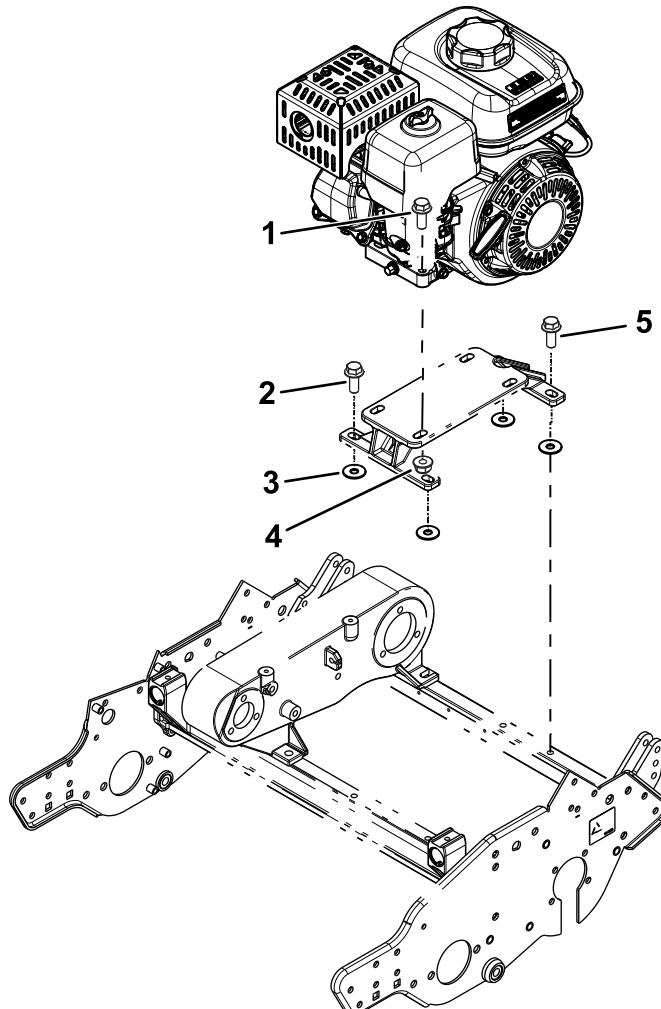

Bild 4
3. Montieren Sie die Kupplungshalterung mit zuvor entfernten Schrauben und vier Unterlegscheiben ($\frac{3}{8}$ " x $1\frac{1}{8}$ ") an der Maschine, wie in **Bild 4** dargestellt.
Setzen Sie die hintere linke Motorschraube ein und ziehen Sie diese nur handfest an (in **Bild 4** dargestellt).
4. Befestigen Sie den Motor mit den zuvor entfernten Schrauben und Muttern an der Motorhalterung. (Bild 4).
8. Entfernen Sie die hintere linke Schraube vom Motorsockel (**Bild 4**) und befestigen Sie mit der Schraube die R-Klemme und den Gaszug am Motorsockel.
10. Ziehen Sie alle Schrauben an der Motorbefestigung und der Motorbefestigungshalterung an (**Bild 4**).